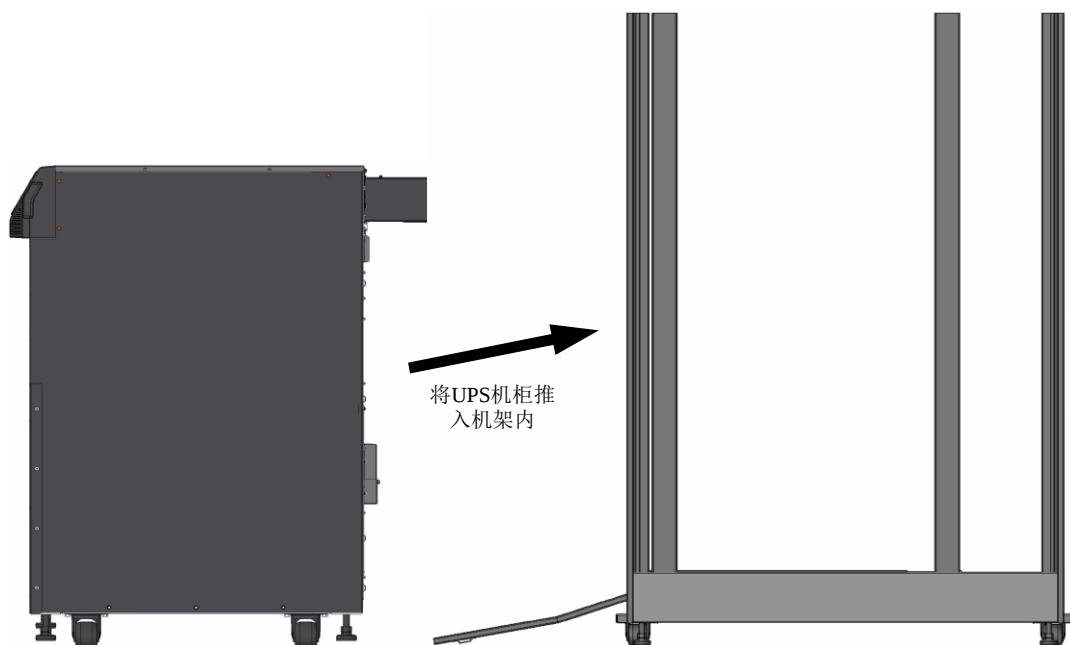

图2-11 UPS 机柜上架安装
5. 先将 UPS 机柜的 4 个地脚全部旋至顶部，再将 UPS 机柜置于安装好导轨的机架正前方，从前方中上部位置将 UPS 机柜缓缓推上机架，如图 2-11 所示。